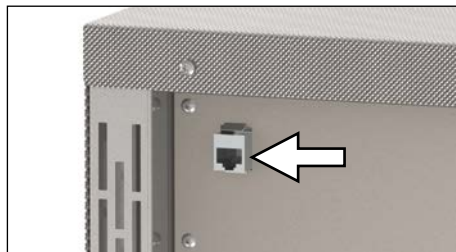
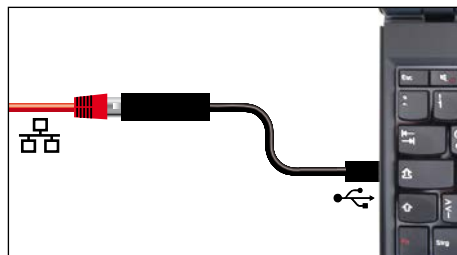

Fig. 4 Ethernet-grænseflade
Fig. 7 Ethernet-USB-konverteringsenhed
Ethernet-grænsefladen er beregnet til enheder, der opfylder kravene iht. IEC 60950-1. Via en Ethernet-grænseflade kan enheden sluttes til et netværk, og protokoller kan udlæses med softwaren AtmoCONTROL (ekstraudstyr). Ethernet-grænsefladen er placeret bag på enheden (Fig. 4).
- ▶ USB-Ethernet-konverteringsenhed (Fig. 7). Hermed er det muligt at forbinde enhedens netværkstilslutning (se side Fig. 4) med USB-tilslutningen på en PC/bærbar computer.